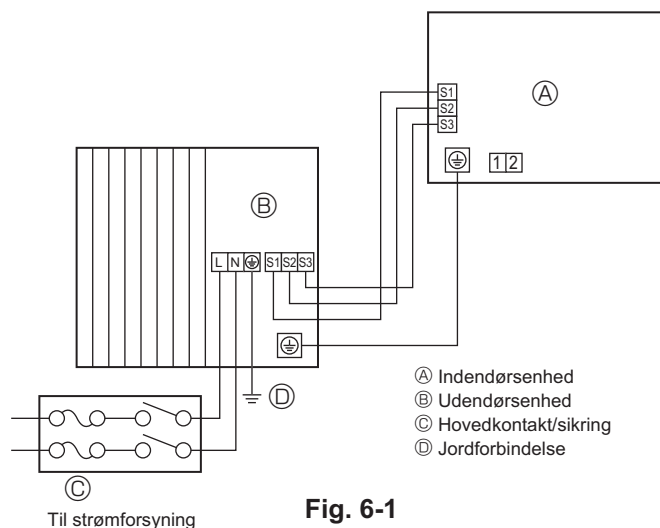
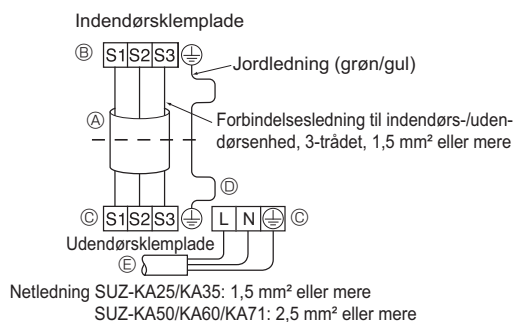
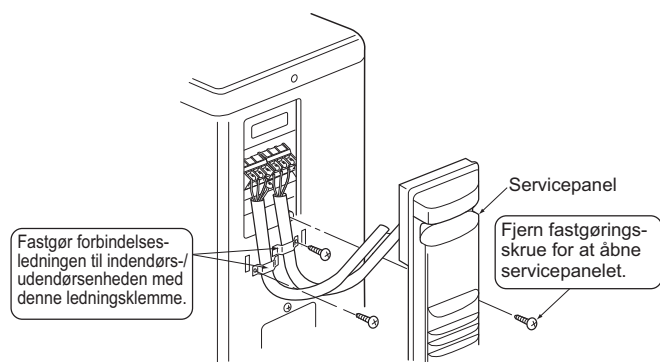
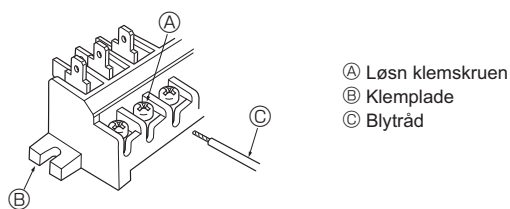

Fig. 6-1
Fig. 6-2
Fig. 6-3
Fig. 6-4
### 6.1. Udendørsenhed (Fig. 6-1, Fig. 6-2, Fig. 6-3, Fig. 6-4)
- ① Fjern servicepanelet.
- ② Træk kablerne som vist i Fig. 6-1, Fig. 6-2, Fig. 6-3 og Fig. 6-4.
- Ledningerne trækkes som vist nederst til venstre i diagrammet. (Kabel fremskaffes lokalt) (Fig. 6-2)
- Pas på ikke at udføre forkerte tilslutninger. (Fig. 6-4)